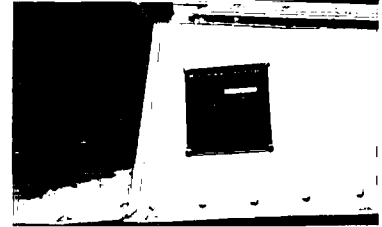

Fig. 1.--Número de serie del vehículo
– *Número de serie del vehículo*, estampado sobre la placa de instrucciones para uso de la reductora, sujeta al lateral izquierdo de la base de asientos (fig. 1). También se encuentra estampado en el soporte de ballesta delantero izquierdo. Este número es el que debe hacerse constar en toda la correspondencia relacionada con el vehículo.